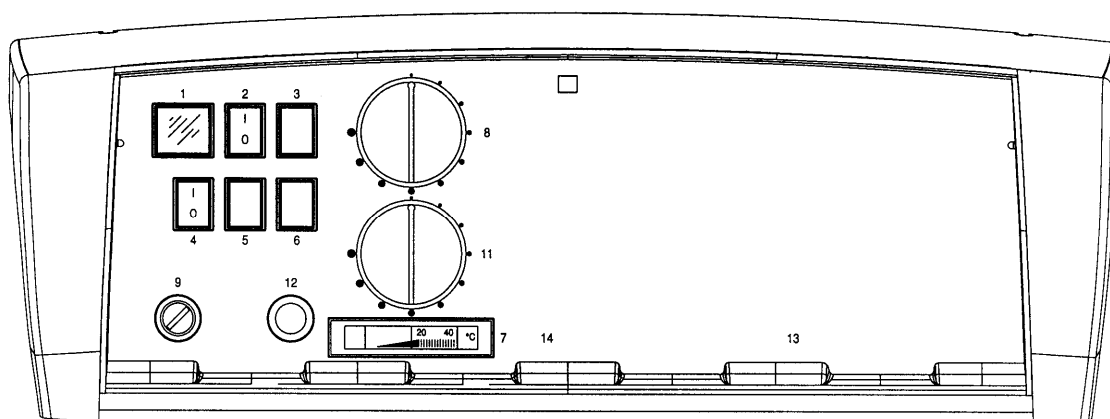

Fig. 6
7.2 PANOU DE COMANDĂ ELECTROMECHANIC (Fig. 6)